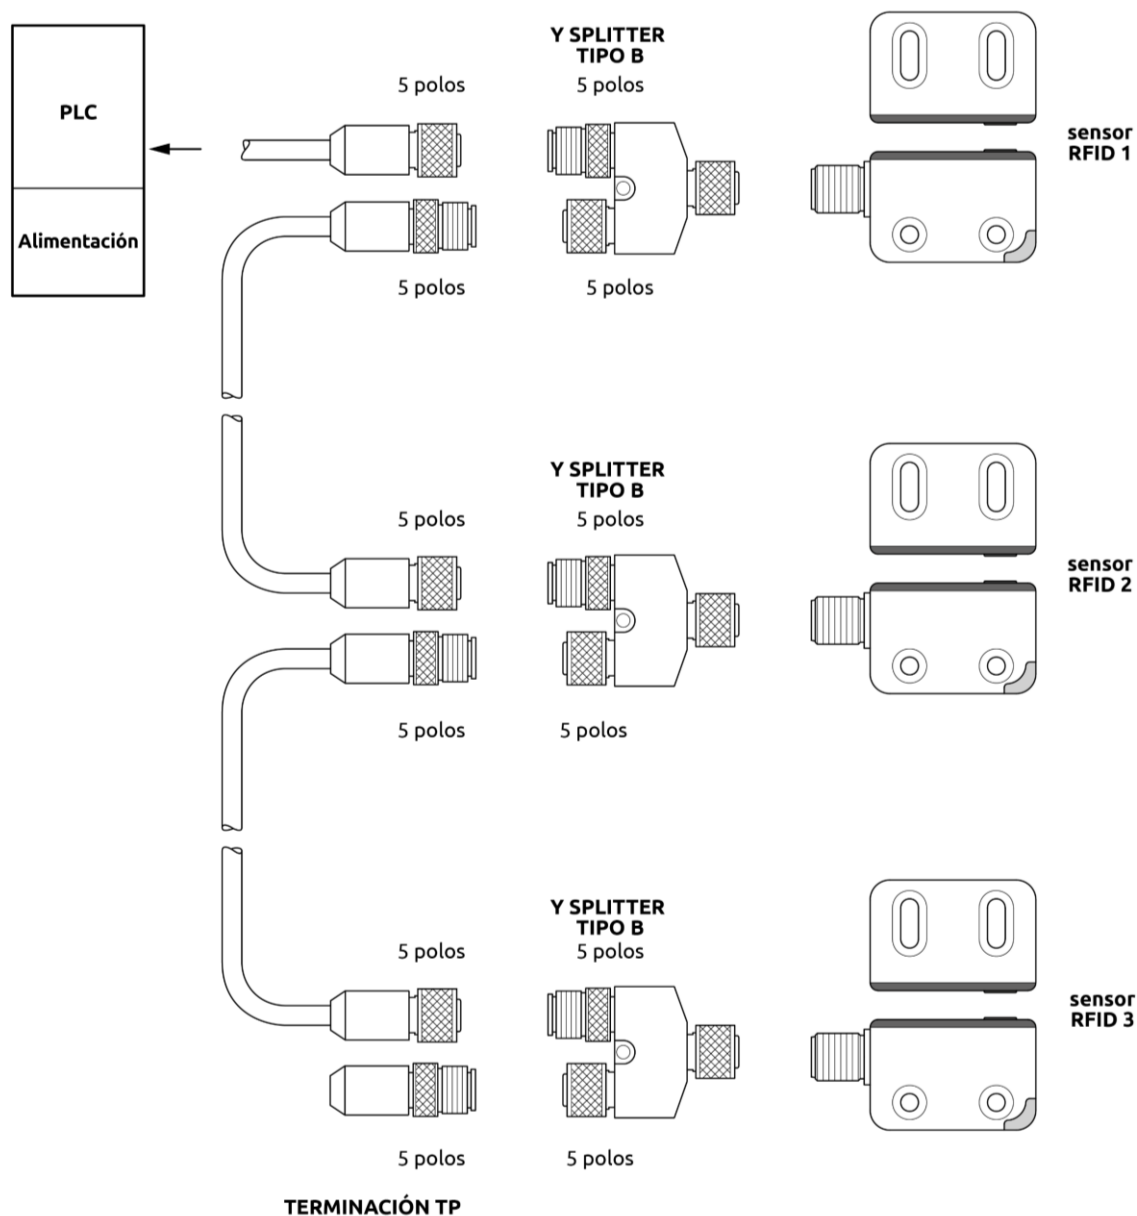
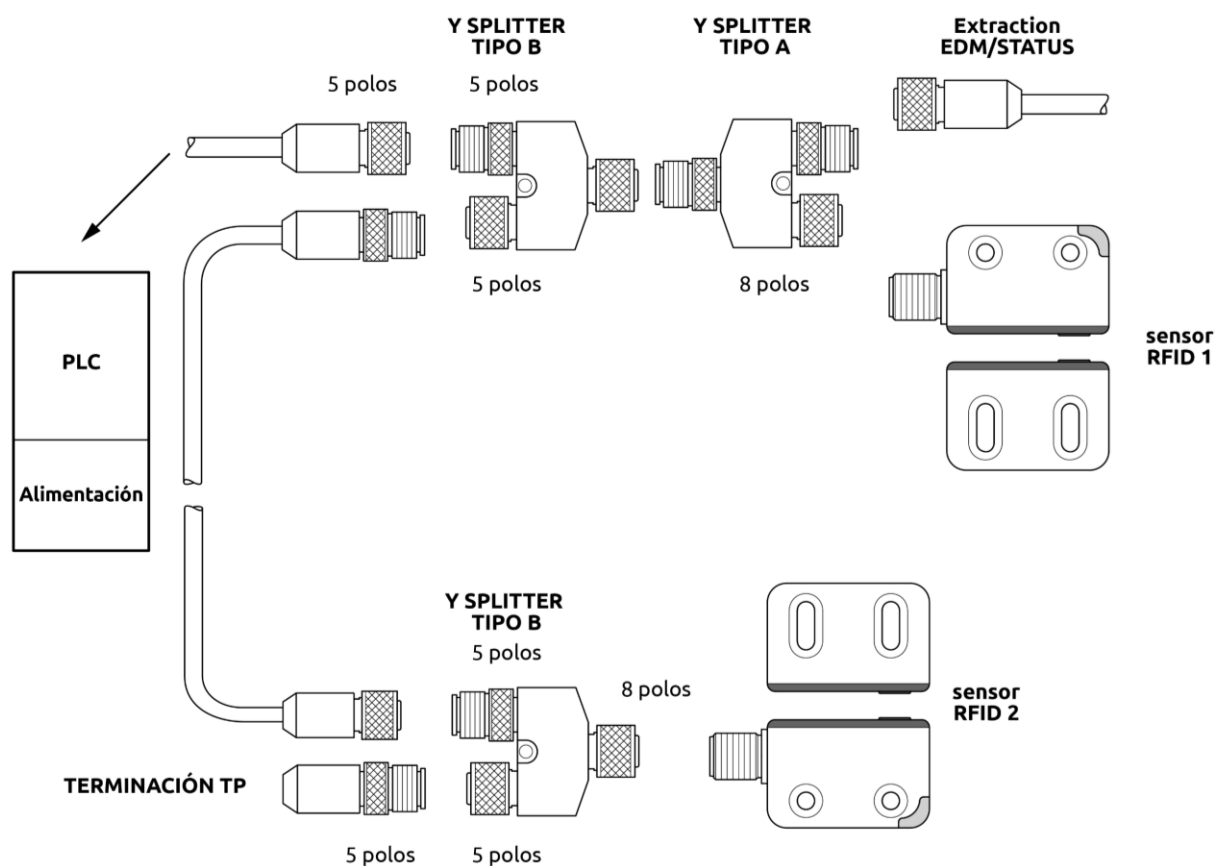
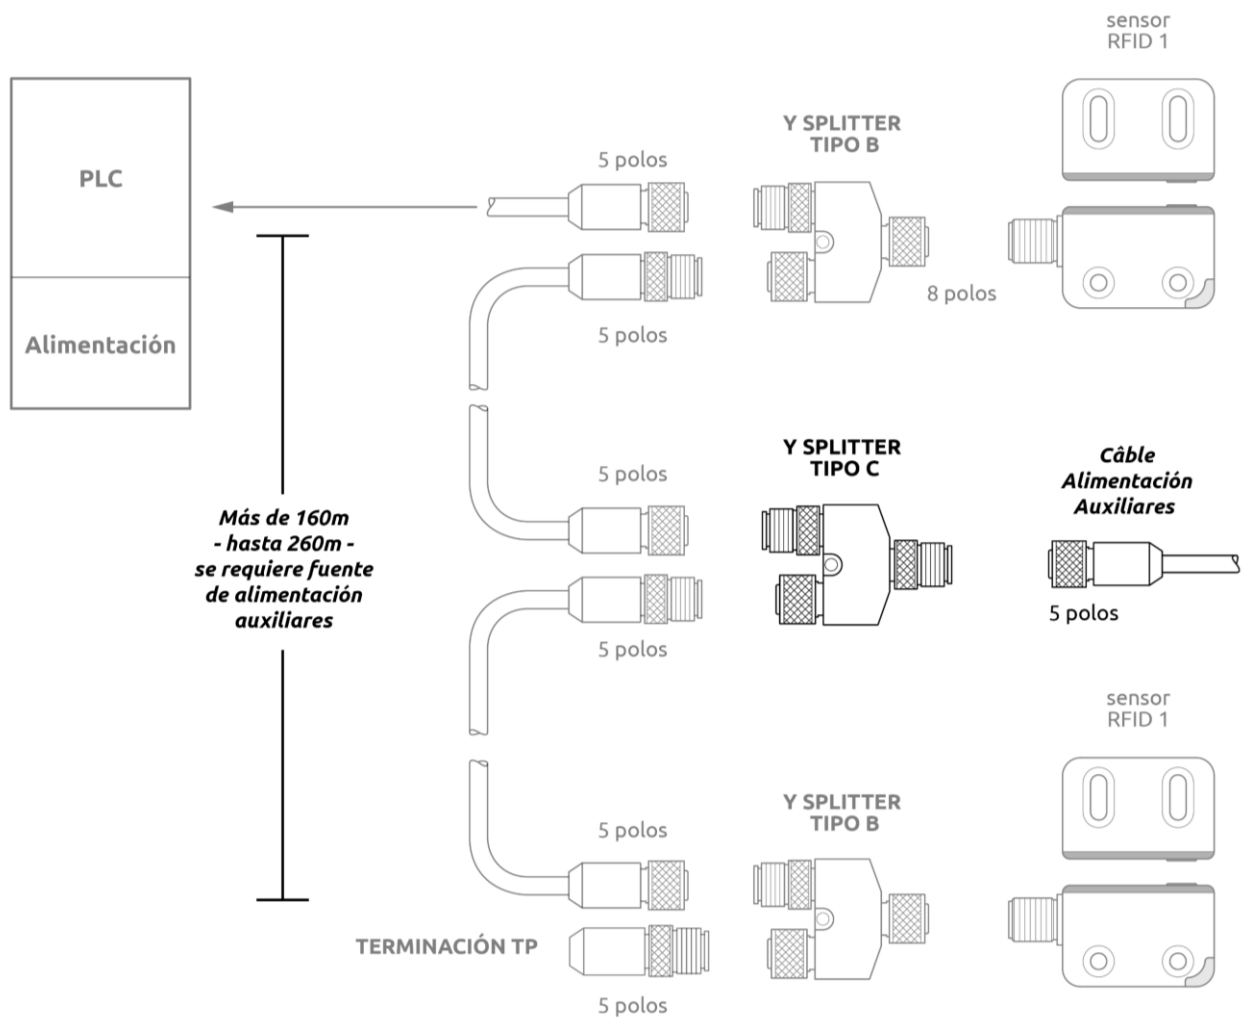

Figura 18 - Modo serie mediante conectores "Splitter" (R-Safe RFID Pro)
Figura 19 - Conexión en modo SERIE con EDM / STATUS (R-Safe RFID Pro)
Figura 21 - Alimentación auxiliar (R-Safe RFID Pro)
- ➔ Para una conexión más rápida y segura, ReeR recomienda el uso de conectores divisores ("Splitter"), como se muestra en la Figura 18, Figura 19 y la Figura 21.